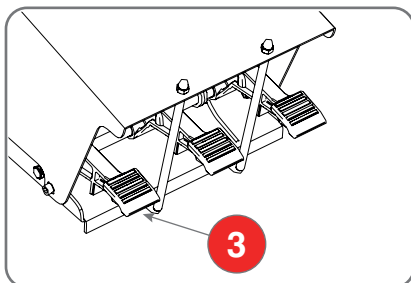

Fig. 6.10
- Premere il pedale (3 - Fig.6.10) per liberare il sistema di bloccaggio dell'autocentrante.
- Rilasciare il pedale (3 - Fig.6.10).